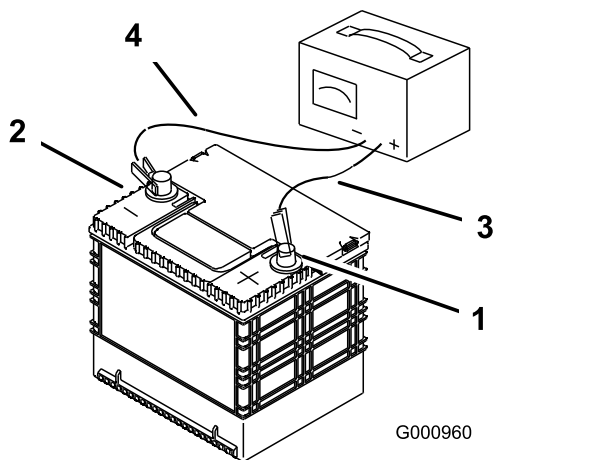

Figura 53
2. Quando a bateria estiver totalmente carregada, desligue o carregador da tomada elétrica e em seguida desligue os cabos do carregador dos bornes da bateria (Figura 53).